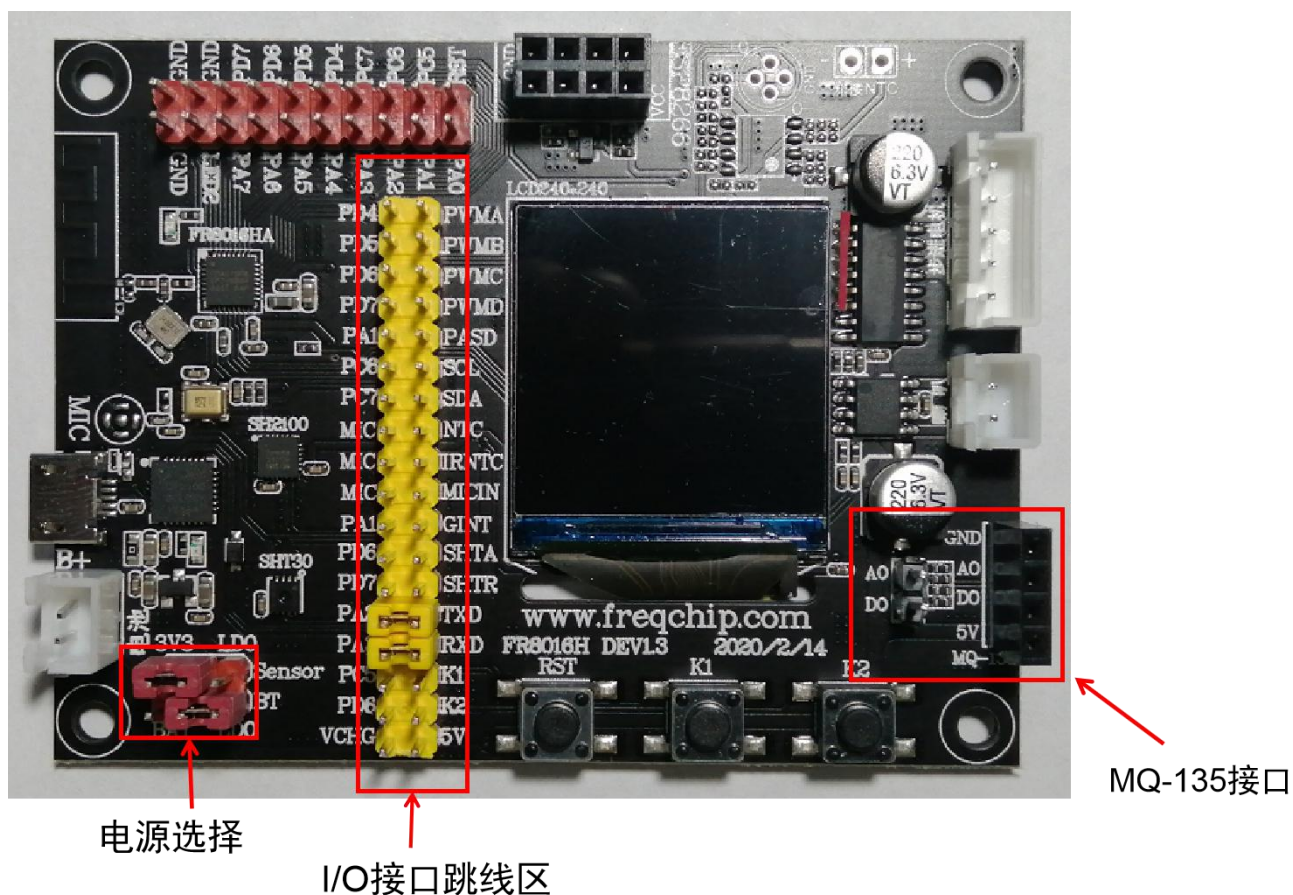

图 1.3
1.3 FR8016HA 开发板跳线帽配置说明，见图 1.3